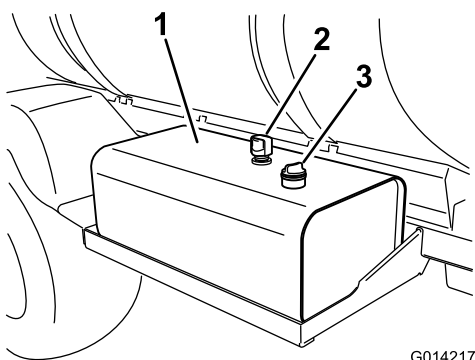

Figura 58
3. Limpe a zona em redor da vareta da tampa do depósito de óleo hidráulico e retire-a (Figura 58).